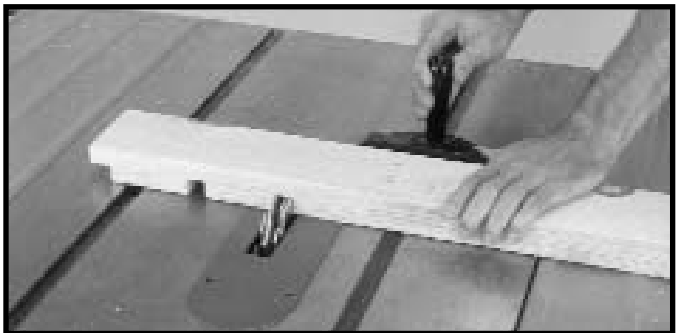

Fig. 48
3. La figure 48 illustre une opération courante de rainurage avec utilisation de la jauge à onglet comme guide..